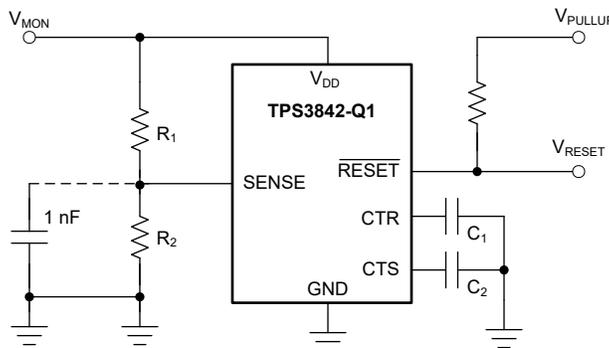

図 7-5. TPS3842A011DRLRQ1 を使用したユーザー定義のスレッシュホールド電圧の監視
図 7-5 に、外付け分圧抵抗を使用して、電圧スレッシュホールドを調整する方法の例を図示します。抵抗は、目標の電圧スレッシュホールドとデバイス部品番号に応じて計算できます。TI は、外付け分圧抵抗を使用する場合は、700mV のスレッシュホールド オプションを使用することを推奨しています。外付け抵抗を使用する際の精度を向上させるため、内部抵抗ラダーをバイパスします。
たとえば、図 7-5 に示すように、TPS3842A011DRLRQ1 バリエーションを使用するのみ低電圧 (UV) の有無を監視する 12V レール V_{MON} を考えてみます。監視対象の UV スレッシュホールド (V_{MON-}) は、デバイスがリセットをアサートする目的の電圧です。この例では、 $V_{MON-} = 5.8V$ です。低電圧 reset をアサートするには、sense ピンの電圧 V_{SENSE} が入力スレッシュホールドの負の電圧 V_{ITN} と同等である必要があります。この例では、 $V_{SENSE} = V_{ITN} = 0.7V$ です。 R_1 と R_2 を使用すると、 V_{MON-} と V_{SENSE} の関係を式 1 に示します。 $R_1 = 100k\Omega$ と仮定し、 $R_2 = 13.7k\Omega$ として計算できます。